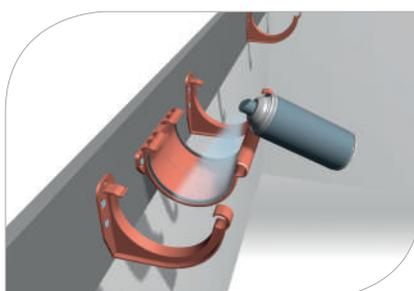

рис. 5
- 1.10 Перед монтажом комплектующих Galeco PVC, прокладки внешних деталей необходимо обработать скользящим веществом для обеспечения движения желоба при изменениях температуры (**рис. 5**)